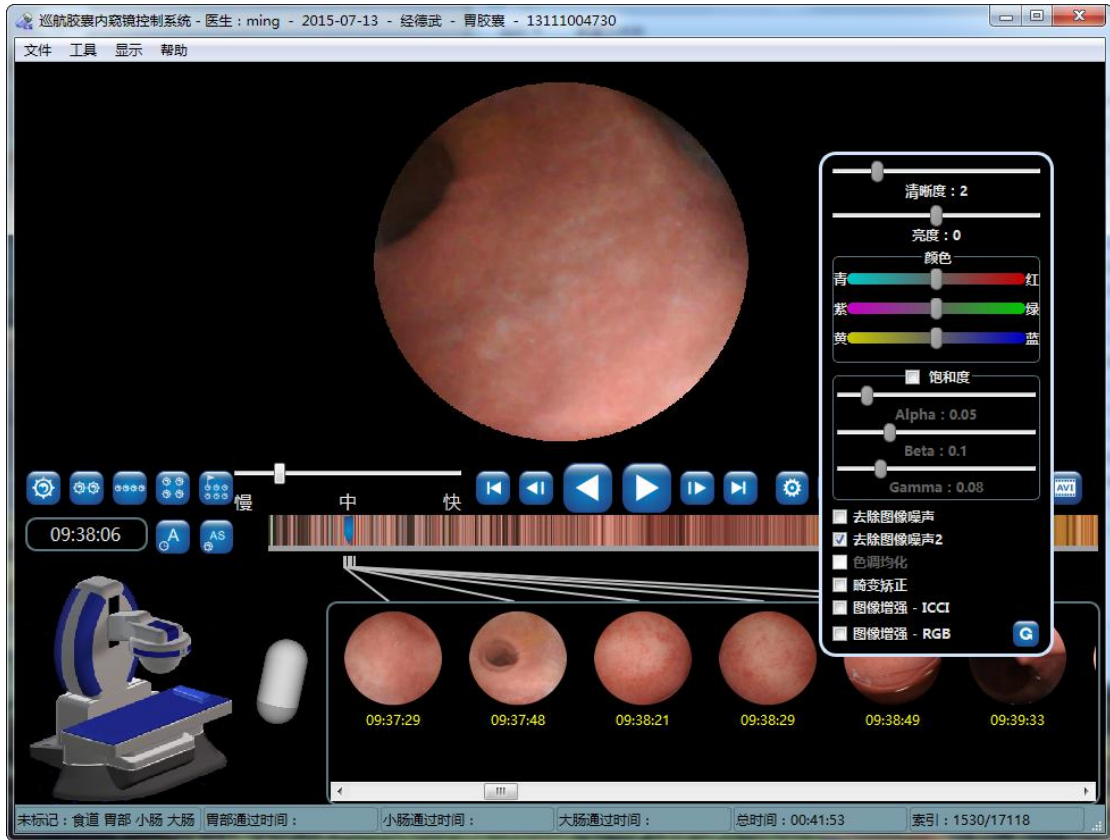
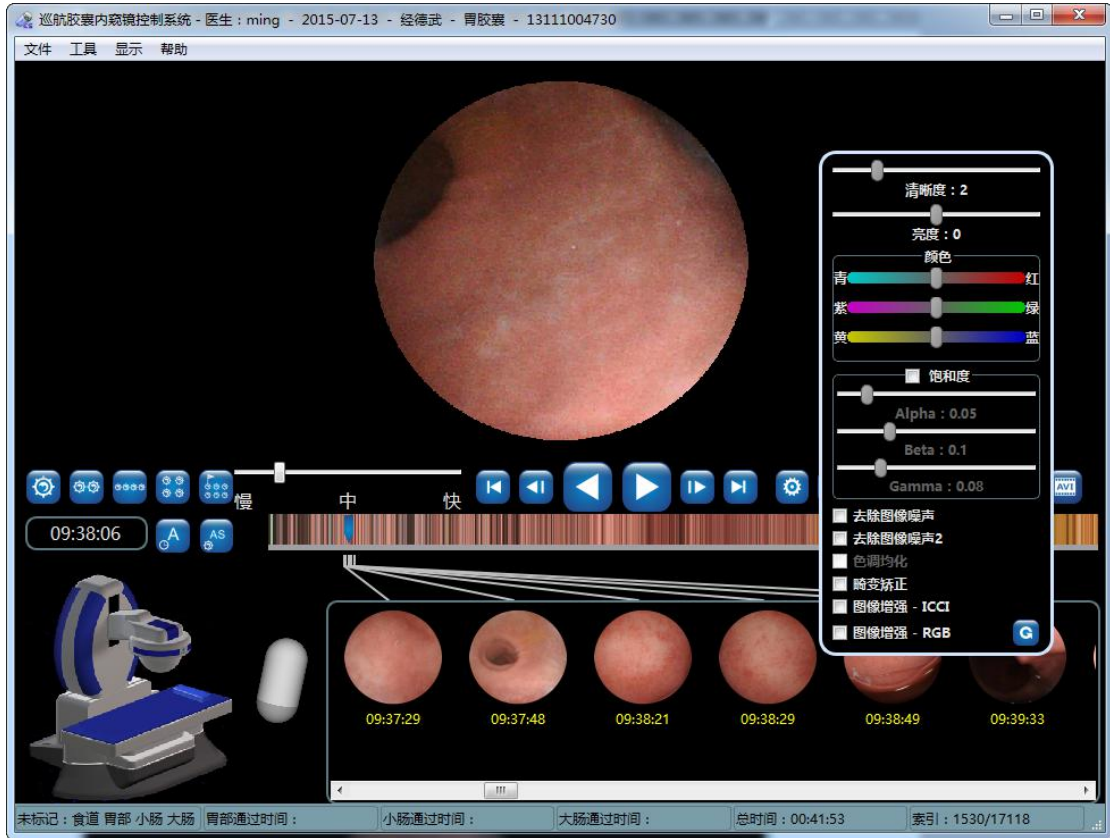

图 4-87 去处图像噪声
图 4-88 不去除图像噪声
2. 软件有两种去除图像噪声算法，默认使用“去除图像噪声 2”算法，去除图像噪声后的效果如图 4-87 所示，不去除图像噪声的效果如图 4-88 所示：